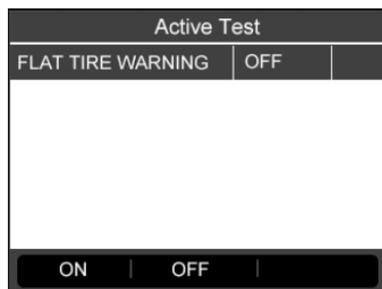

Figura 4.38
- 4) Premere il pulsante **FUNZIONE** corrispondente "**ON**" o "**OFF**" per verificare se la spia di avvertenza del TPMS si accenda o si spenga. (Figura 4.38)